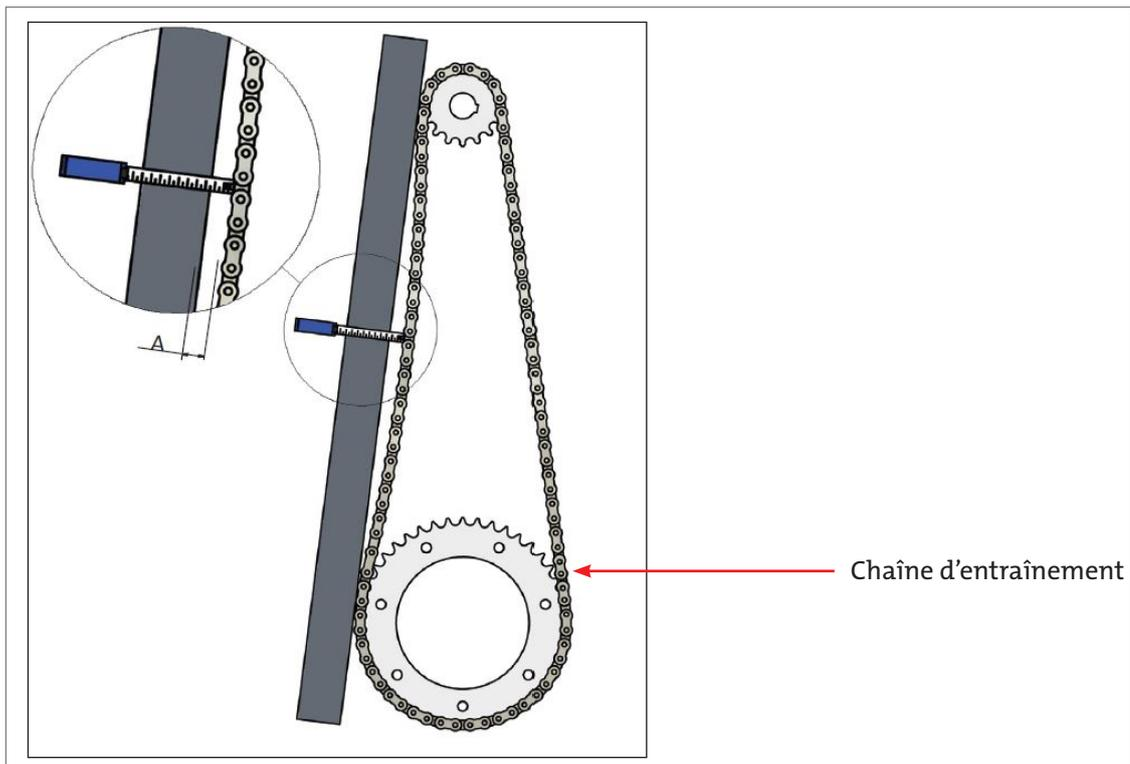

Figure 7.14 Contrôle de la tension de la chaîne d'entraînement.
1. Tournez l'interrupteur principal sur le mode OFF (0) et verrouillez-le à l'aide d'un cadenas.
4. Contrôlez la tension sur la partie non tendue de la chaîne ; utilisez une règle pour vérifier que la mesure A est de 5-15 mm, voir la Figure 7.14.